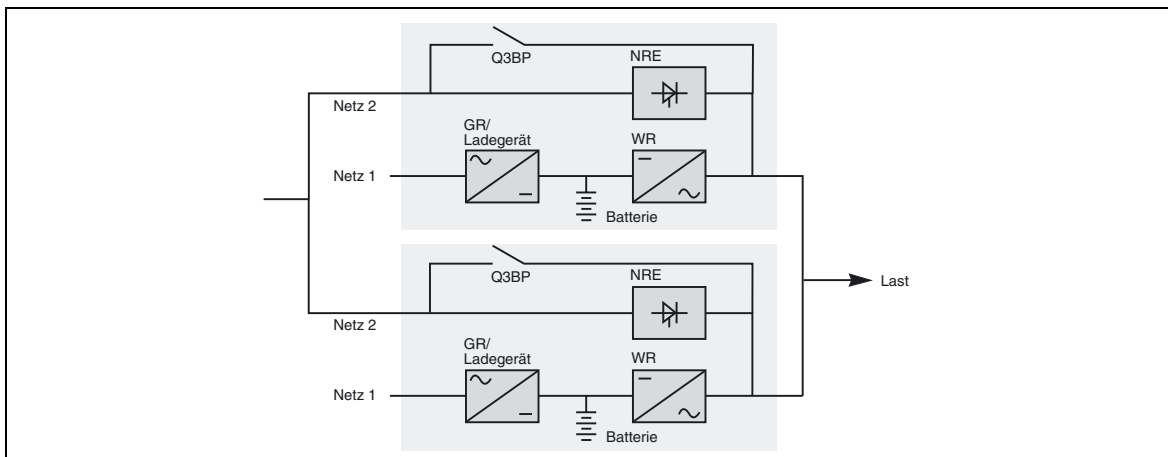

Abb. 2
- Parallelkonfiguration mit zwei Einzelblöcken (1+1 redundant): Abbildung 2.